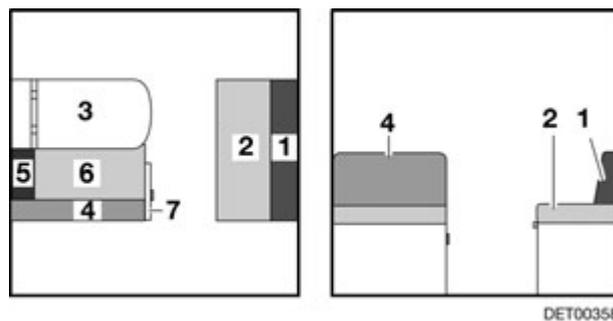

Fig. 104 Avant la transformation
- Agrandir la table (Fig. 104,3) et la transformer en sommier de lit (voir paragraphe 7.7).
- Tirer la poignée et ouvrir le portillon (Fig. 104,7).